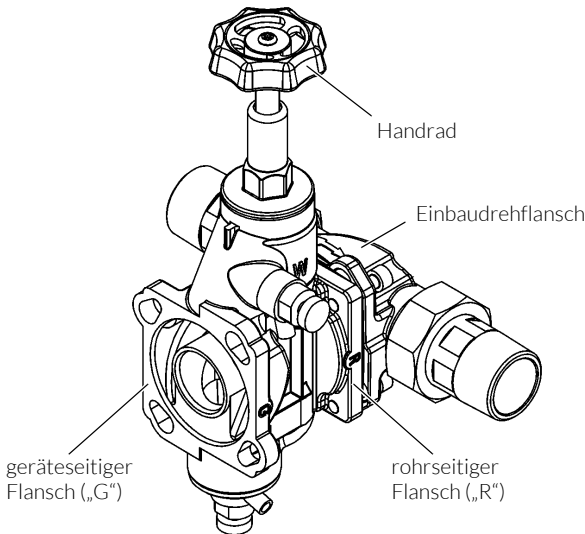

Abb. 6: Umgehungsventil
- / Das Umgehungsventil auf der mit dem eingegossenen Buchstaben „R“ (Rohr) gekennzeichneten Flanschseite mit dem Einbaudrehflansch durch Einrasten des Bajonetts verbinden (siehe Abb. 6).
- / Die Köpfe der vier Zylinderschrauben M6×25 durch die Bajonettbohrungen am geräteseitigen Flansch („G“) des Umgehungsventils stecken (siehe Abb. 6).